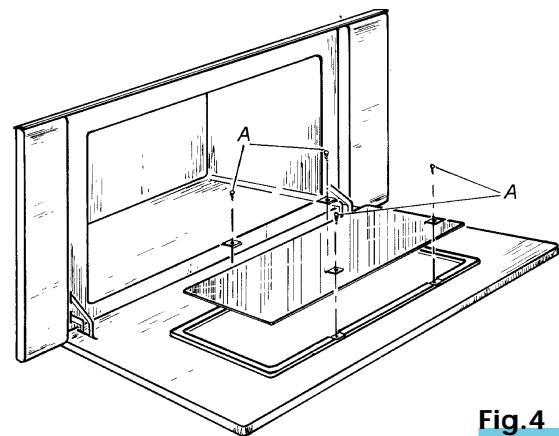

Fig.4
Pour les parties émailées, effectuer les mêmes opérations que pour l'intérieur du four, en utilisant de l'eau chaude et des détergents non abrasifs ou acides. Pour laver de manière simple et soignée le verre intérieur de la porte, il est possible de l'enlever de son logement en dévissant les vis (A) lorsque la porte est complètement ouverte, comme le montre la Fig.4.